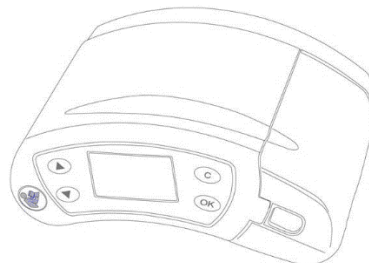

Figura 5 ASSKEA procuff® M horizontal
3. Posizionare il dispositivo in posizione verticale o orizzontale (come mostrato in Figura 5) su una superficie stabile e piana senza inclinazione. Il dispositivo può essere collocato accanto al letto del paziente. Sono disponibili supporti variabili per sistemi di tubi e guide.